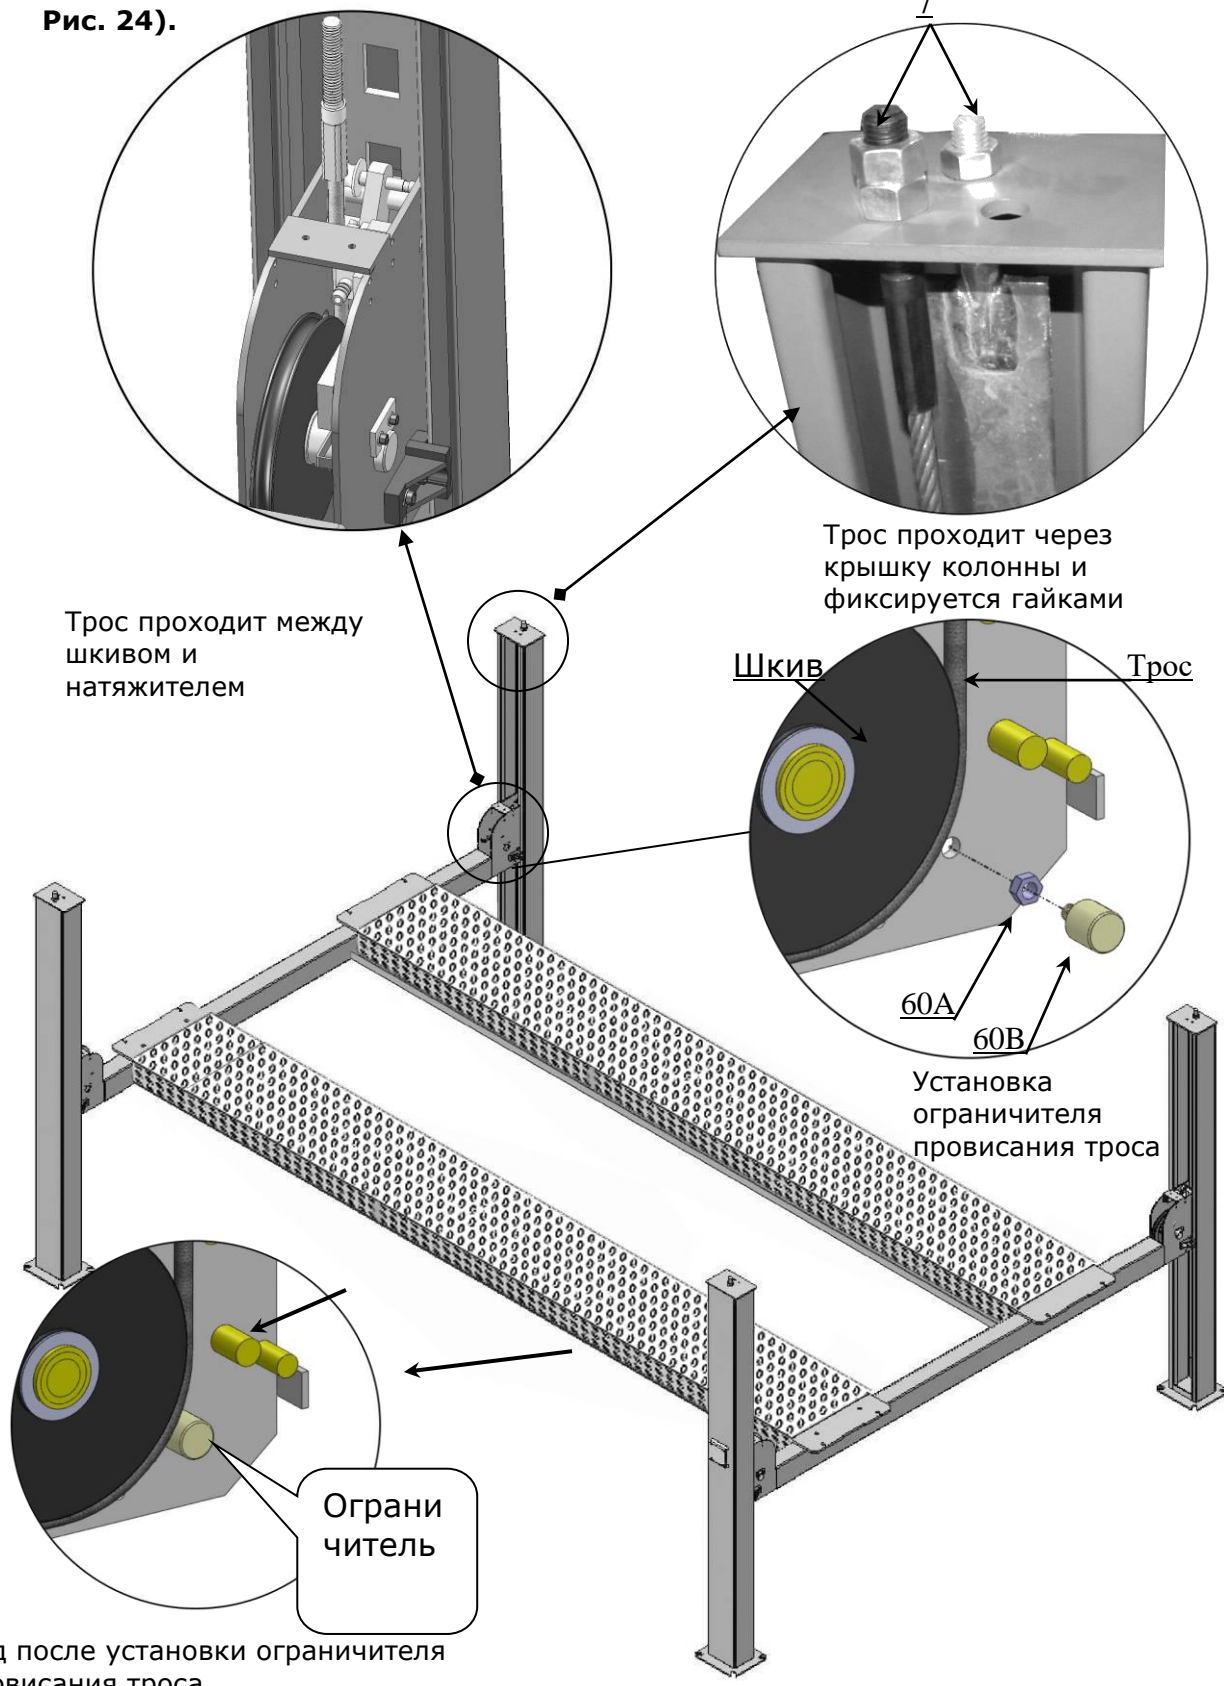

Рис. 24
2. Трос проходит через поперечную балку к верхней плите колонн и фиксируется гайками. Установка ограничителя провисания троса (См. Рис. 24).